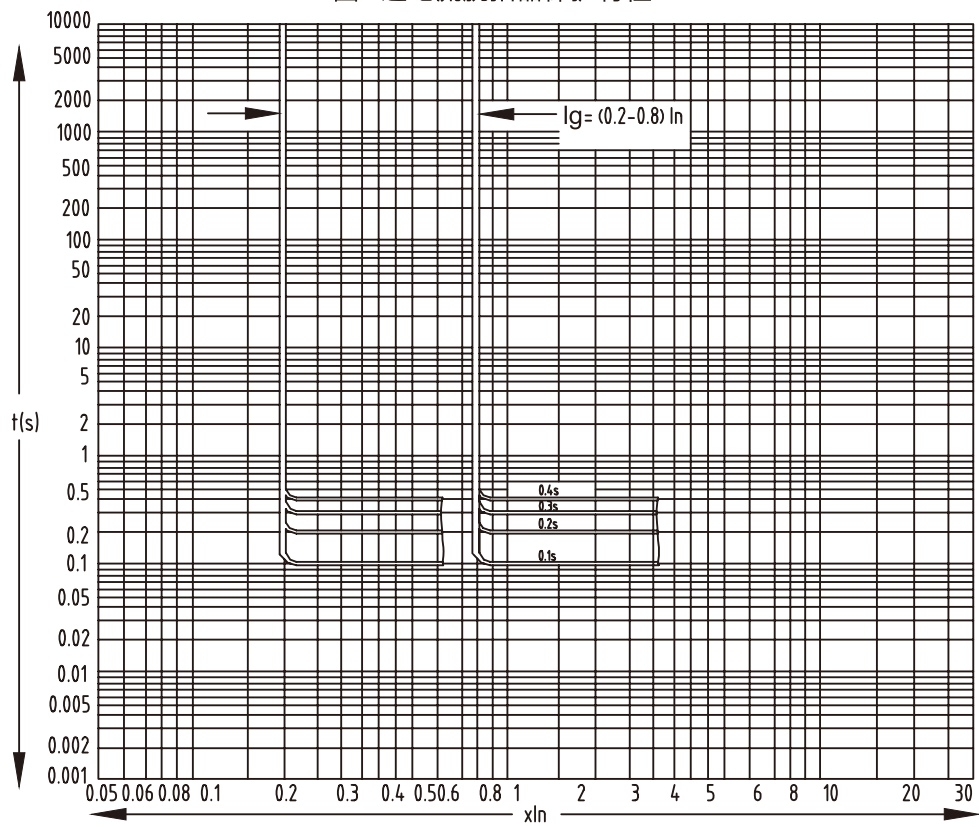

图2 接地故障保护特性
4.3.5 接地故障保护为定时限,其延时特性符合表5,其保护特性见图2。